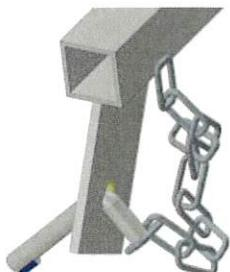

fig. 7
- Installare il montante agganciandolo sulla staffa ed inserire nell'apposito foro la spina anti sfilamento di sicurezza in dotazione (figg. 5-6-7 a pag. 9) con l'accortezza di farla ruotare in posizione di sicurezza (fig. 7 a pag. 9);